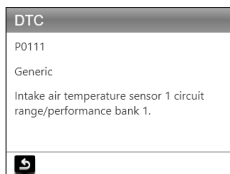

Figure 6.1.3
2. Nous prendrons comme exemple le code d'erreur P0111 (voir figure 6.1.3). L'AL500B fournit la définition du code (Capteur de température d'air d'admission 1 gamme/ circuit de banc 1).